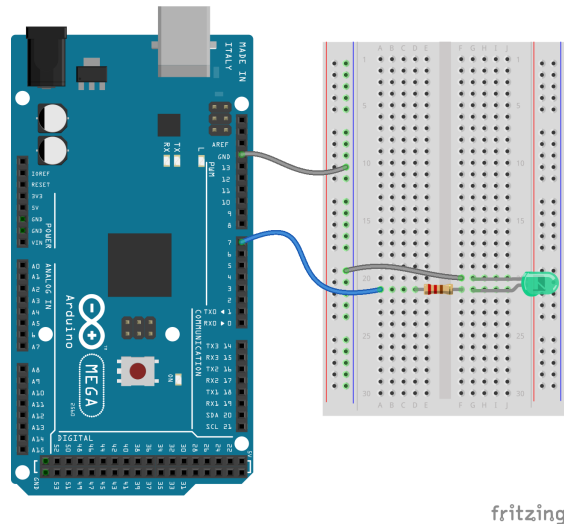

Figura 2: Circuito Led
- 5.7. Utilizando el protoboard construya un circuito (Figura 2) con una resistencia de protección ($220\ \Omega$) conectado a un led y encienda y apague el led cada 2 segundos, utilice para la conexión a la placa el pin digital 7. Muestre el código utilizado y el circuito. **(2 puntos)**